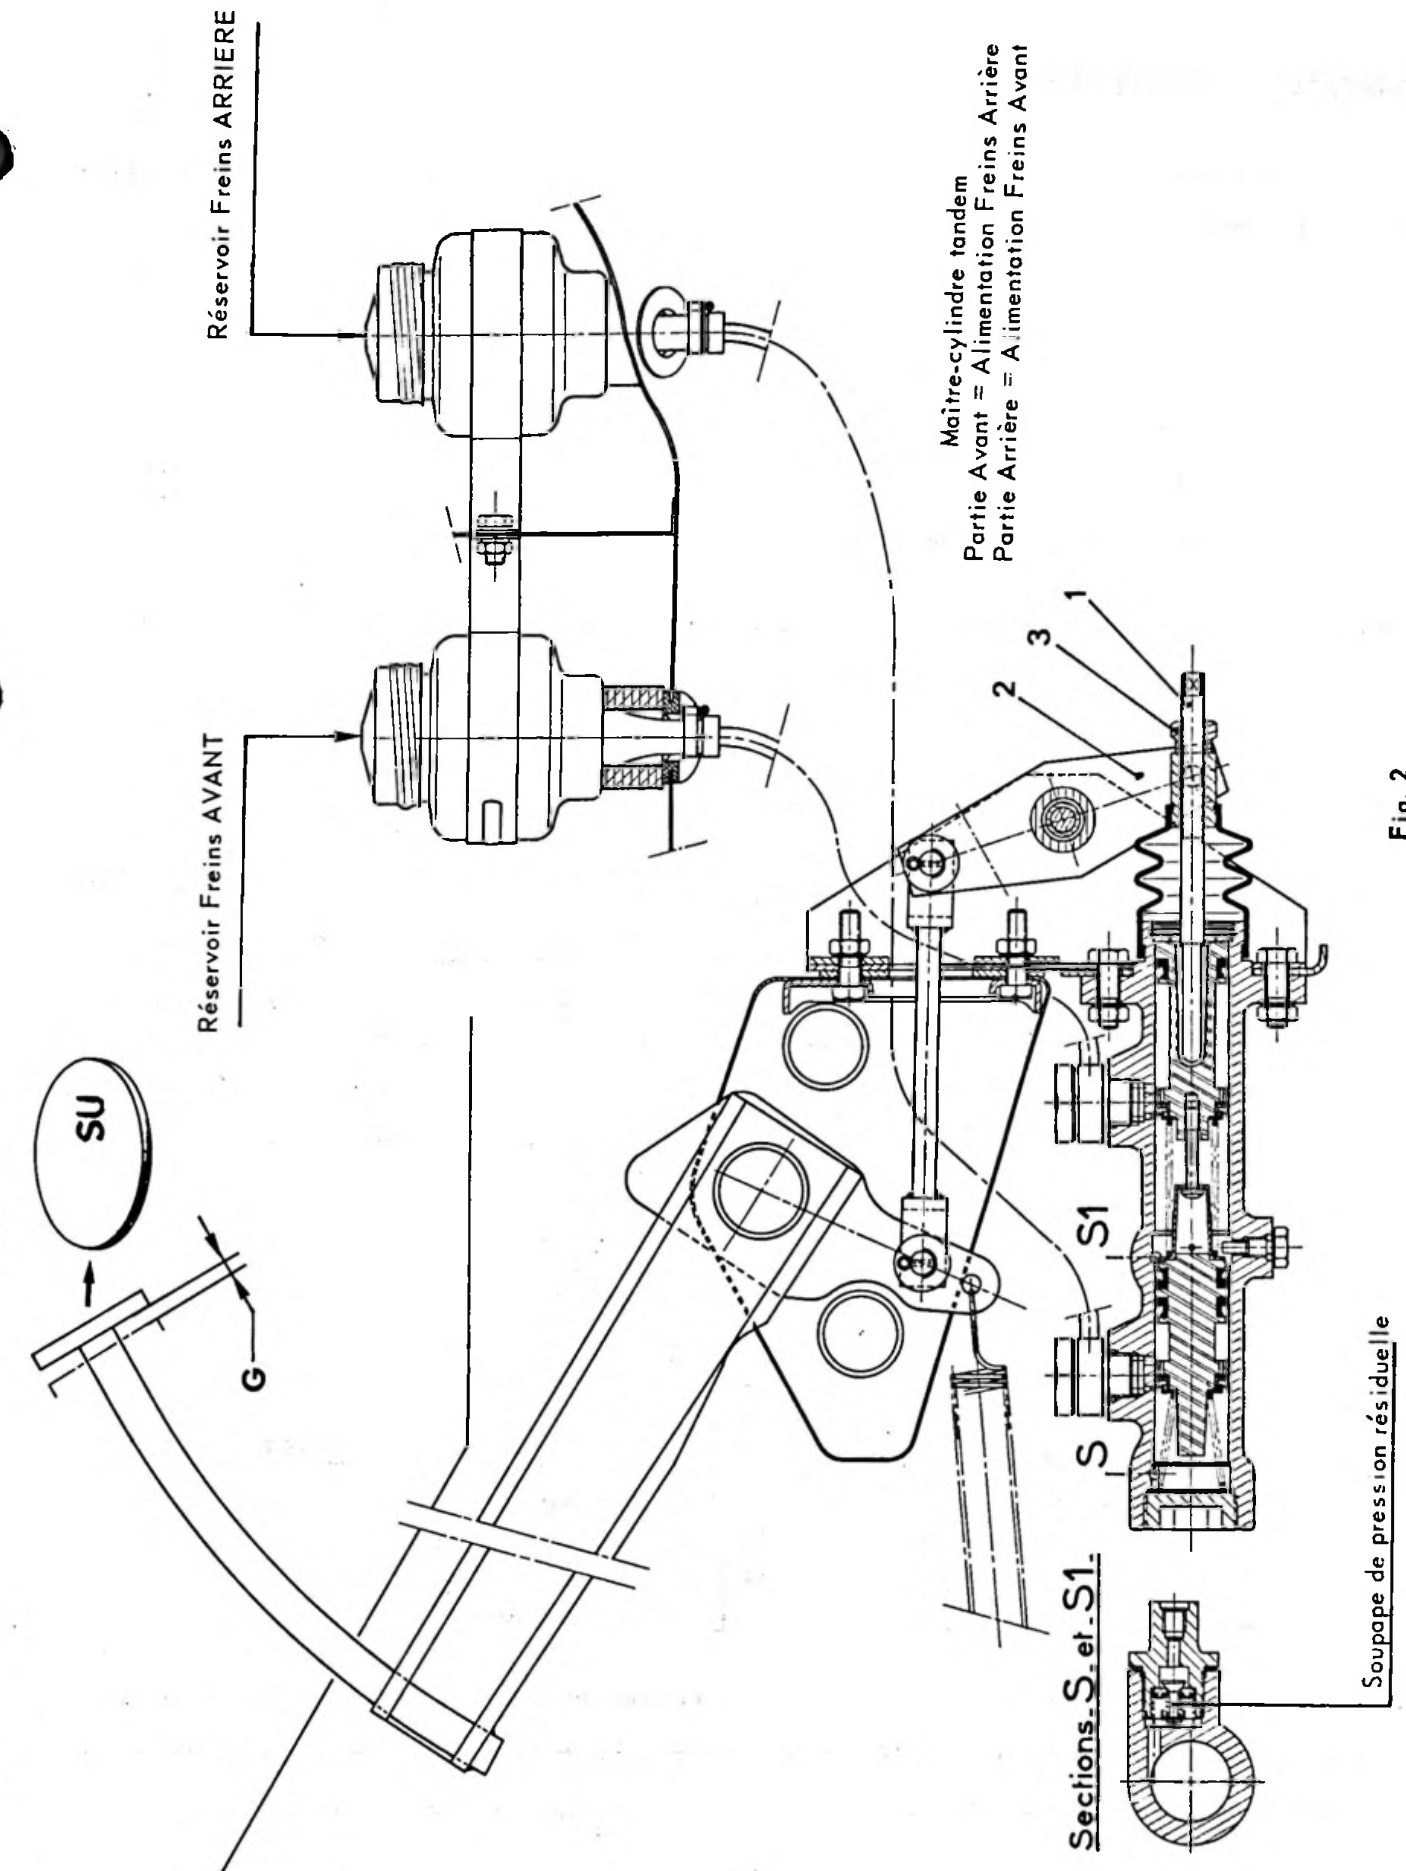

Fig. 2
- Maître-cylindre tandem LOCKHEED alimentant séparément les freins avant et arrière avec soupapes de pression résiduelle sur chaque circuit (fig. 2).
1°) Réglage de la garde à la pédale (Fig. 2) :